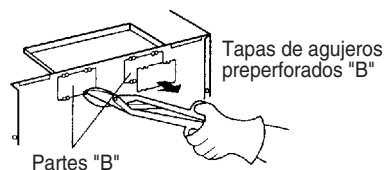

Figura 13
3. Utilice fresas de disco o tijeras delgadas para hojalata, a fin de cortar y retirar las partes "B" de la contraplaca. Deseche las partes "B". Tenga cuidado de no dañar la placa. Consulte la Figura 13.